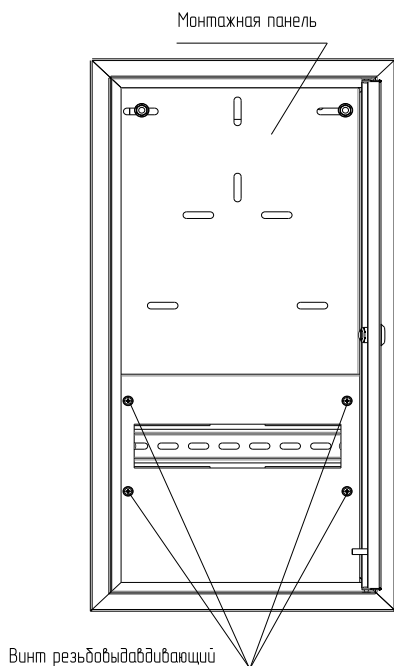

Рисунок 5
5.3 Выкрутите четыре винта резьбовыдавливающих М4×8 и снимите фальшпанель (рисунок 5). Винты сохраните.